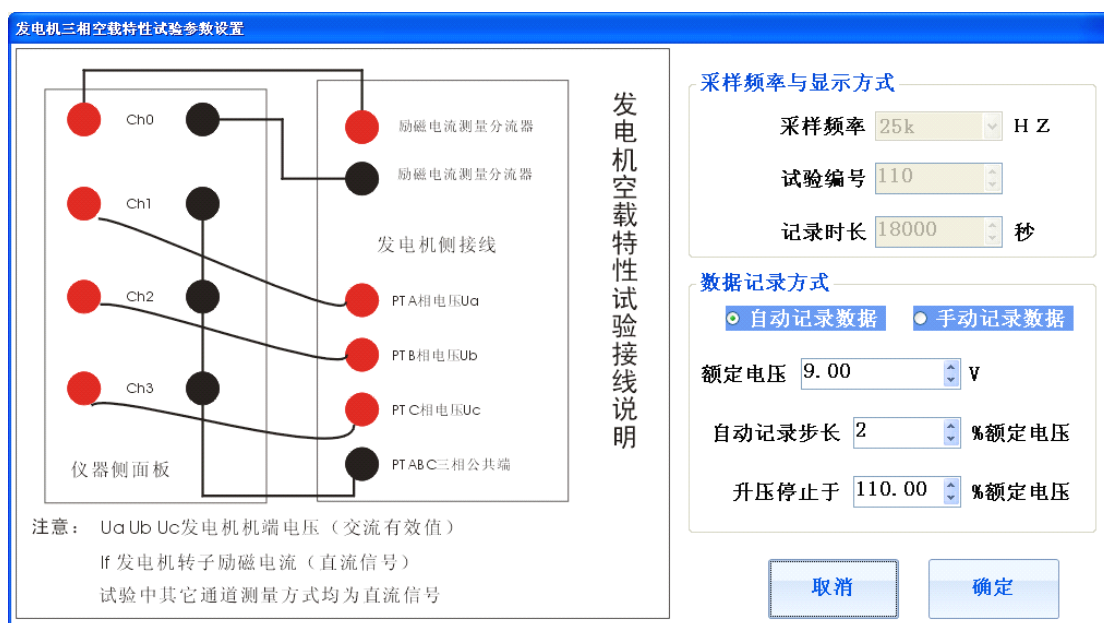

图 30 空载特性试验参数设置
1) 按照图 30 所示的试验参数设置界面连接测试线，获取测试信号